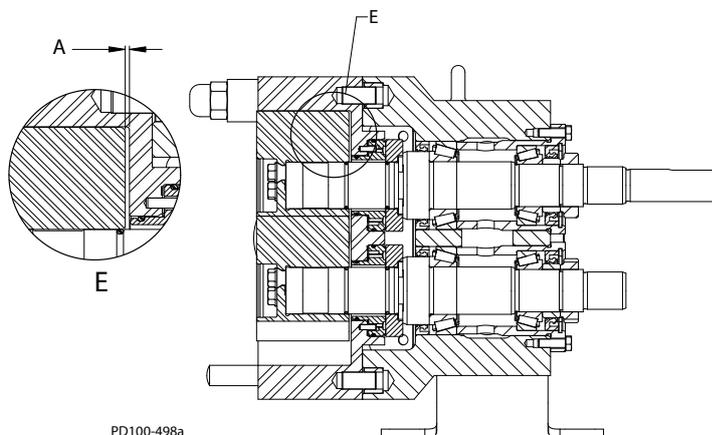

Figura 57 - Folga do Rotor para o Corpo
1. Meça a folga entre o rotor e o corpo como apresentado no Detalhe E, item A em Figura 57. Grave este número.